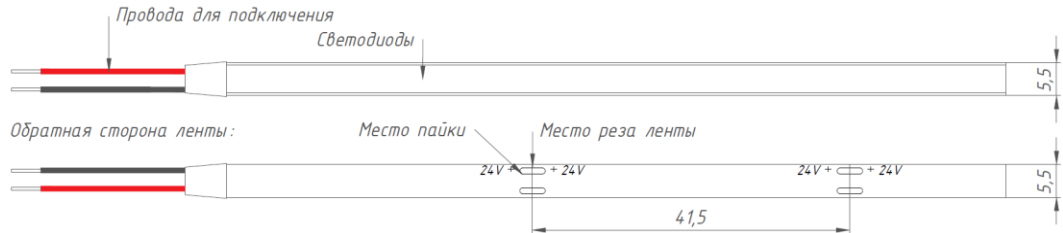

Рисунок 1. Внешний вид светодиодной ленты COB 5мм.
- 5.3. Определите необходимую длину ленты. Ленту рекомендуется разрезать¹ ножницами между контактными площадками для пайки. Места для резки промаркированы (см. Рисунок 1, 2). Не допускается резка ленты в других местах.
ВНИМАНИЕ! У ленты шириной 5мм коннекторы находятся с обратной стороны (см. рисунок 1).